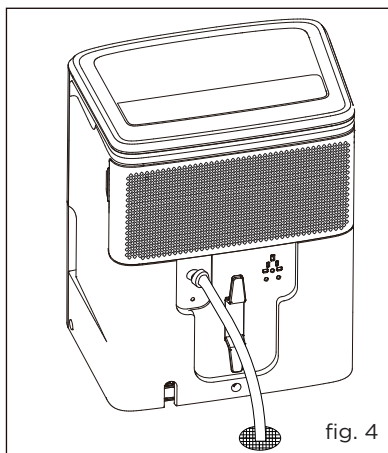

fig. 4
g. Placez l'extrémité du tuyau dans le drain. (fig. 4)